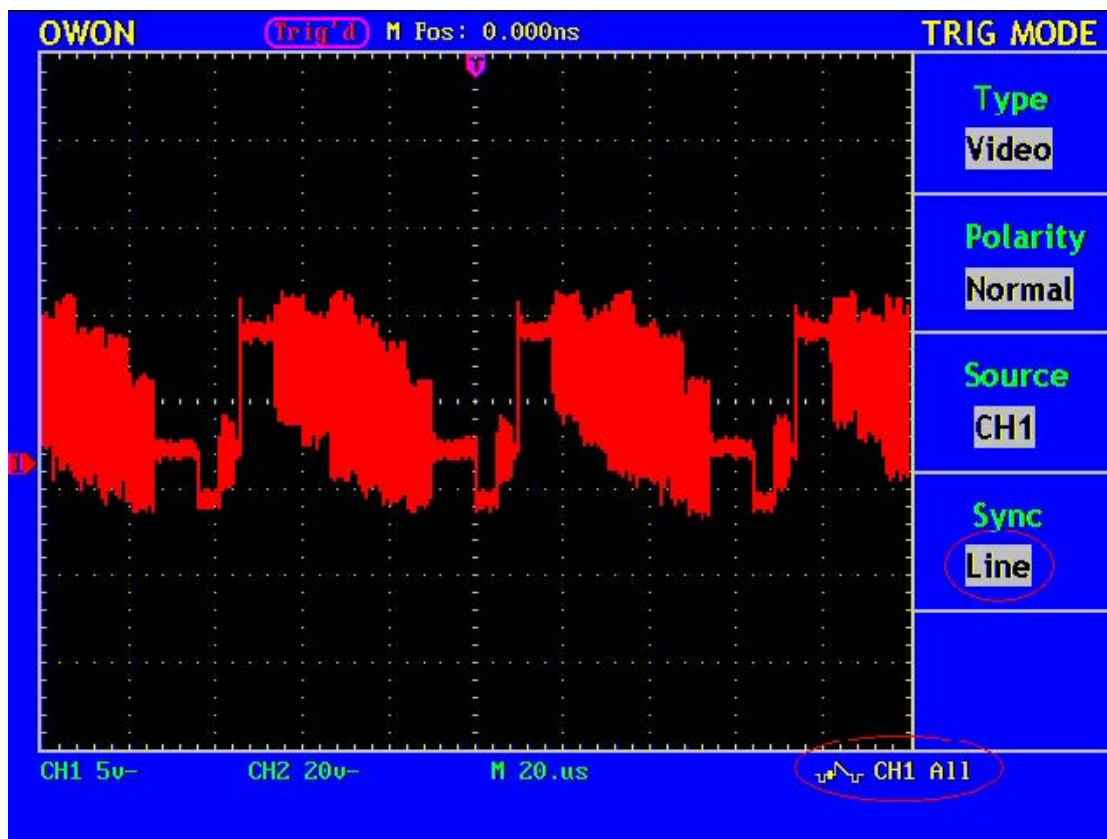

Рисунок 60. Осциллограмма сигнала с запуском по синхроимпульсу строки
6. При помощи регуляторов **VOLTS/DIV**, **VERTICAL POSITION** и **SEC/DIV** получите на экране требуемую осциллограмму (см. рис. 60).